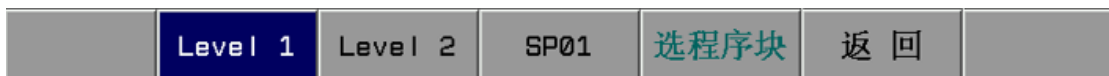

图3-8-6
- 1) 进入梯形图查看功能：系统面板按下  键，进入梯形图功能页面，按下“梯形查看”软键可进入梯形图查看界面，再按一下“梯形查看”软键可显示该功能的操作键，如图 3-8-6 所示。
- 2) 程序块选择显示：图 3-8-6 所示梯形图查看功能键的前三个功能键可切换显示三个显示页，可分别显示一个子程序，在其中一个显示页中按下“选程序块”软键，界面会弹出程序块选择按钮，